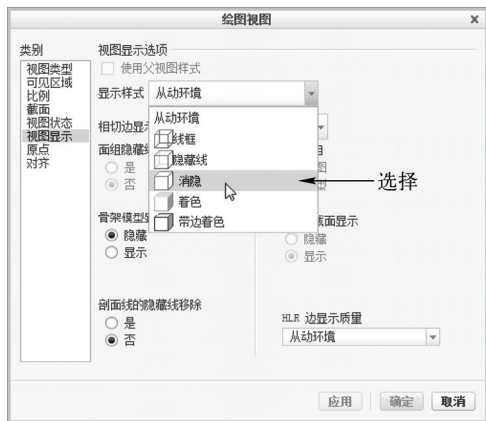

图 14-18 选择“消隐”选项
STEP 07 单击“应用”按钮，在“类别”列表框中选择“视图显示”选项。单击“显示样式”下拉列表框的按钮，在弹出的列表中选择“消隐”选项，如图 14-18 所示。